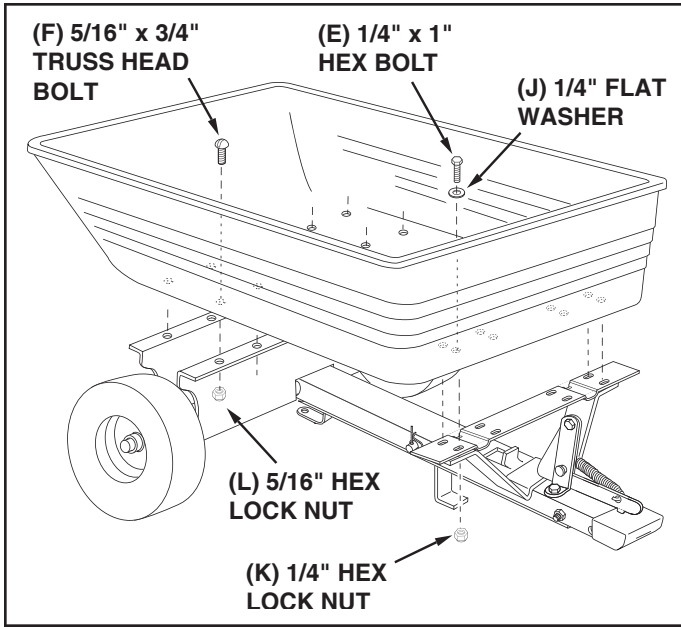

FIGURE 8
14. Place the poly tray down onto the wheel support and the latch stand plate. Fasten the tray to the wheel support using eight 5/16" x 3/4" truss head bolts (F) and 5/16" hex lock nuts (L). Fasten the tray to the latch stand plate and latch stand bracket using four 1/4" x 1" hex bolts (E), 1/4" flat washers (J) and 1/4" hex lock nuts (K). **Do not tighten yet.** See figure 8.
14. Coloque la caja de polietileno descansando en el soporte de las ruedas y en la placa de la base de la aldaba. Fije la bandeja al soporte de las ruedas usando 8 pernos de cabeza de puente de 5/16" x 3/4" (F) y tuercas de cierre hexagonales (L). Fije la bandeja a la placa de la base de la aldaba y al soporte de la base de la aldaba usando 4 pernos hexagonales de 1/4" x 1" (E), arandelas planas de 1/4" (J) y tuercas hexagonales (K). **No apriete las tuercas todavía.** Vea la Figure 8.